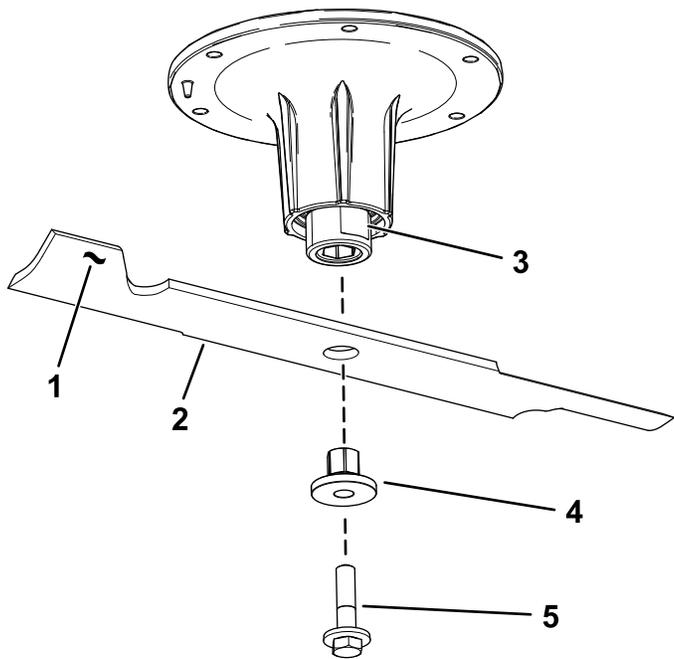

Figura 82
2. Retire el perno de la cuchilla, el buje y la cuchilla del eje (Figura 82).